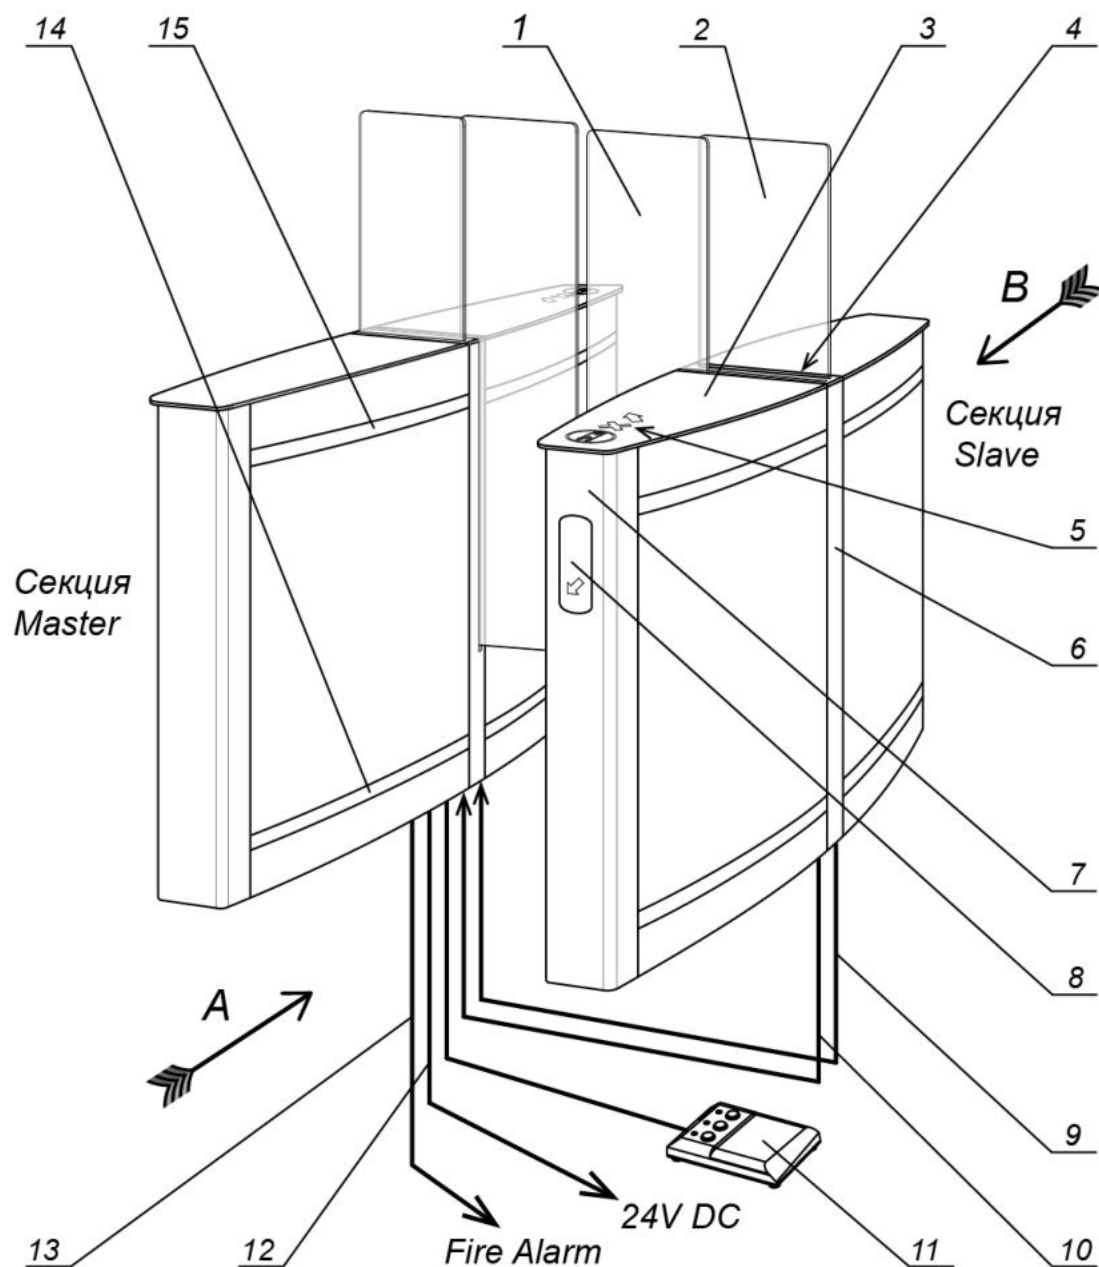
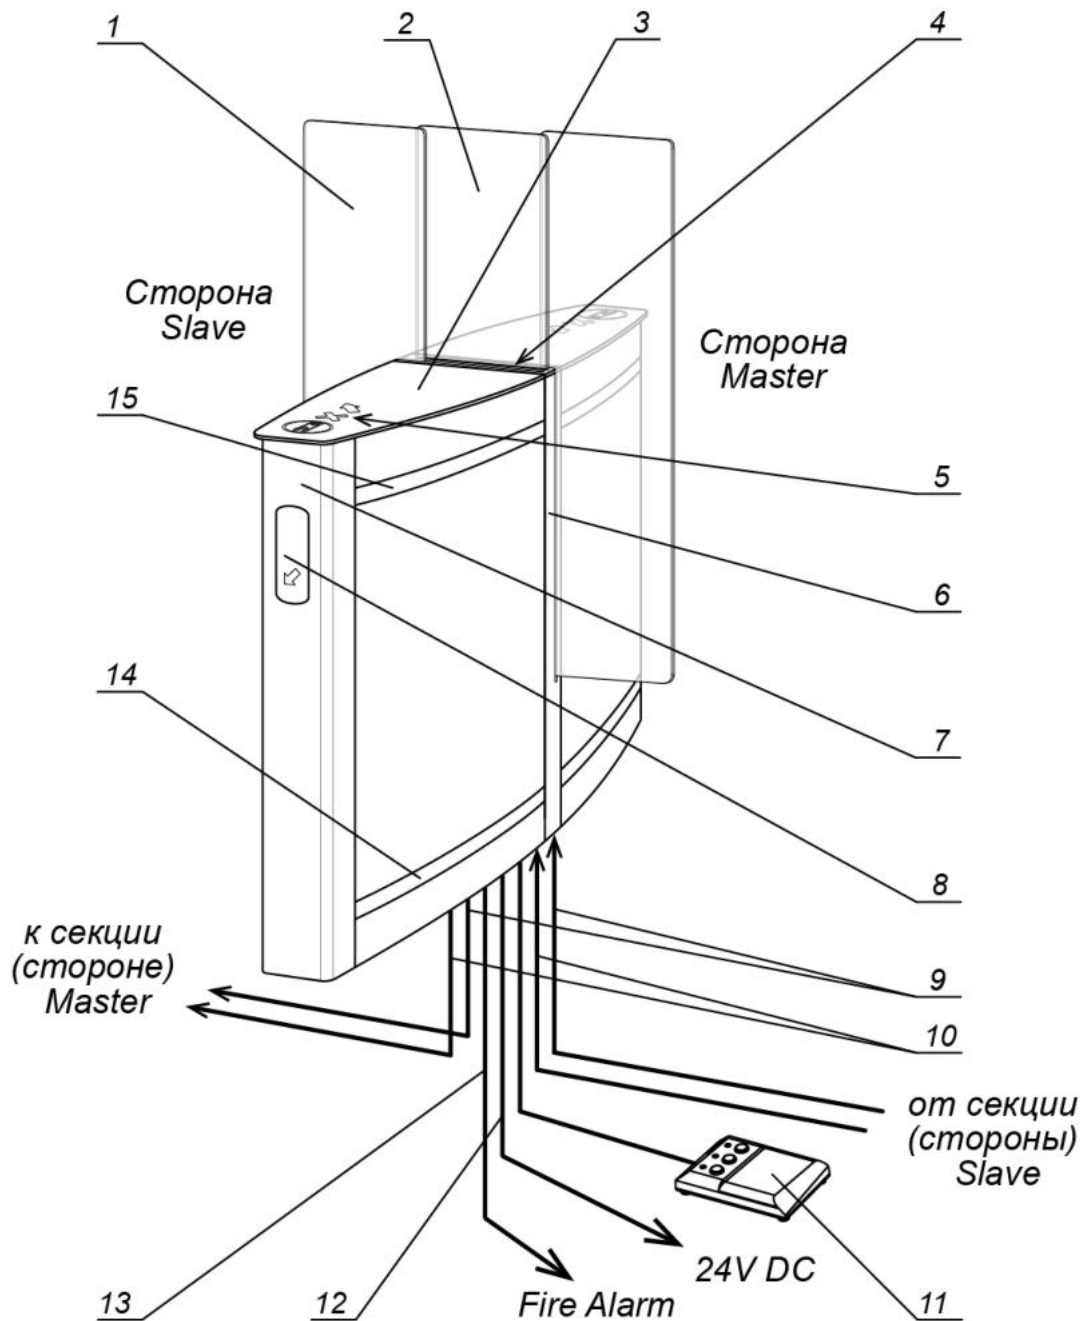

Рисунок 3. Внешний вид и устройство PERCo-ST-02
Рисунок 4. Внешний вид и устройство PERCo-STD-02
Устройство турникета показано на рис. 3, устройство двусторонней секции показано на рис. 4. Номера позиций в тексте руководства указаны в соответствии с рис. 3 и 4.
Для увеличения количества зон прохода необходима установка двусторонних секций. Каждая двусторонняя секция также комплектуется ПДУ (11). На ней установлены две выдвижные створки (1): на стороне *Master* и стороне *Slave*. Каждая створка приводится в движение своим электроприводом. К стороне *Master* подключается секция *Slave* турникета (сторона *Slave* следующей двусторонней секции) с помощью двух соединительных кабелей (9, 10) из комплекта поставки этого турникета (двусторонней секции) (см. рис. 4).